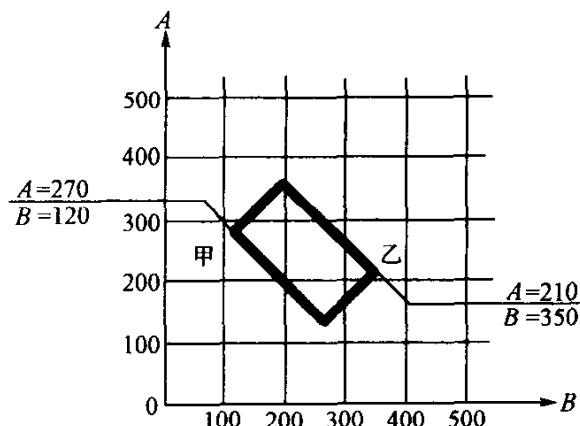

图 1-3 建筑坐标网示意图
2) 标注建筑坐标：建筑坐标就是将建筑地区的某一点定为“O”，水平方向为 B 轴，垂直方向为 A 轴，进行分格。格的大小一般用  $100m \times 100m$  或  $50m \times 50m$ ，比例尺与地形图相同。用建筑物墙角距“O”点的距离确定其位置，如图 1-3 所示，甲点坐标为  $A = 270$ ， $B = 120$ ，乙点坐标为  $A = 210$ ， $B = 350$ 。放线时即可从“O”点导测出甲、乙两点的位置。